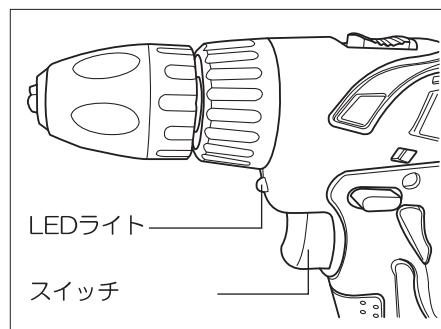

図5
●スイッチの操作 (図5参照)
- 本機のスイッチ上部にLEDライトがついています。(図5参照)